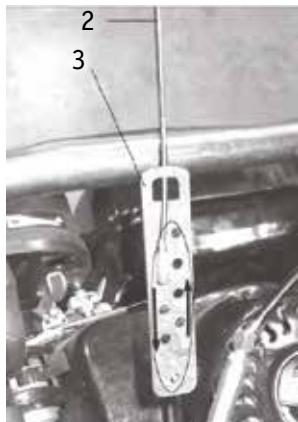

Рис. 11.2
2. Отрегулируйте натяжение троса, переставляя крепления тросов (2, 4) в отверстия выше или ниже (**рис. 11.2**). Попытайтесь протестировать машину с измененными настройками. Наденьте резиновую оболочку на кронштейн (3).